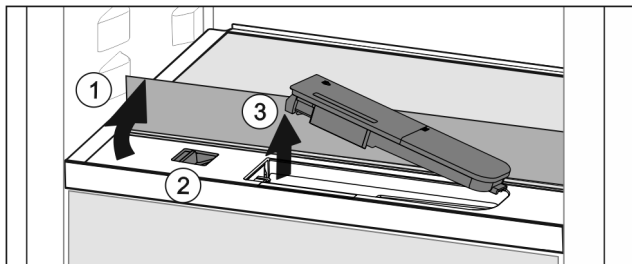

Fig. 134
- Sollevare il ripiano di vetro e ribaltarlo all'indietro fino all'arresto Fig. 134 (1).
- Spostare il cursore Fig. 134 (2) a sinistra.
- Rimuovere il serbatoio dell'acqua Fig. 134 (3).